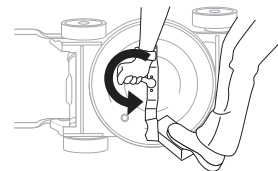

Fig.12A
- Quita el perno hexagonal y la arandela que sujetan la cuchilla y el adaptador de la cuchilla al cigüeñal del motor. Retire la cuchilla y el adaptador del cigüeñal (Fig. 12A)